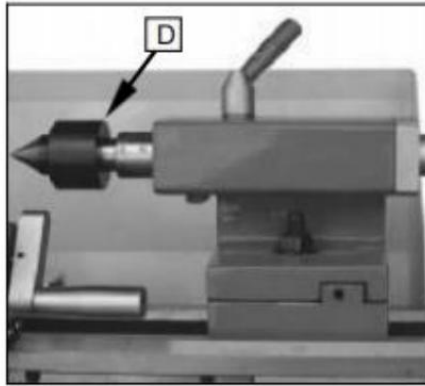

Fig. 29
5. desenroscar la tuerca (D, Fig.29) del tornillo de avance o del cojones (MI, Fig.19) de los pernos del cuadrante para retirar el cambiar Engranajes desde el frente.